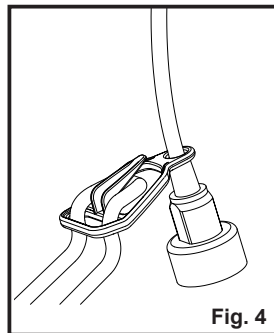

Fig. 4
- Formez une boucle avec l'extrémité de la rallonge. Depuis le côté droit, faites passer la boucle par le trou situé à l'arrière du dispositif de retenue du cordon et placez-la autour du crochet (Fig. 4).